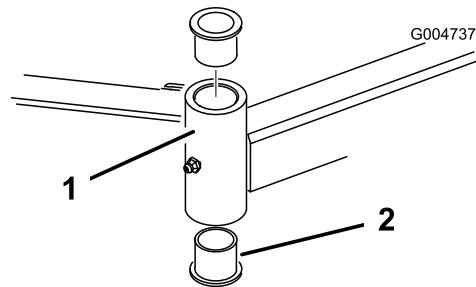

Figura 102
4. Inserite un punteruolo nella parte superiore o inferiore del tubo di fissaggio, e spingete la boccola fuori del tubo (Figura 102).